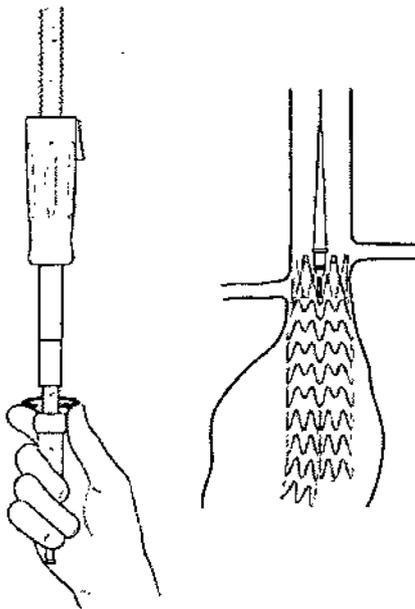

Figura 9. Recaptura del vástago en la punta cónica
4. Gire con la otra mano la rueda posterior hacia la izquierda para recapturar el vástago en la punta cónica (Figura 9).
6. Continúe girando la rueda posterior hacia la izquierda hasta que se haya recapturado completamente el vástago y la rueda posterior esté en el extremo inferior (Figura 9).